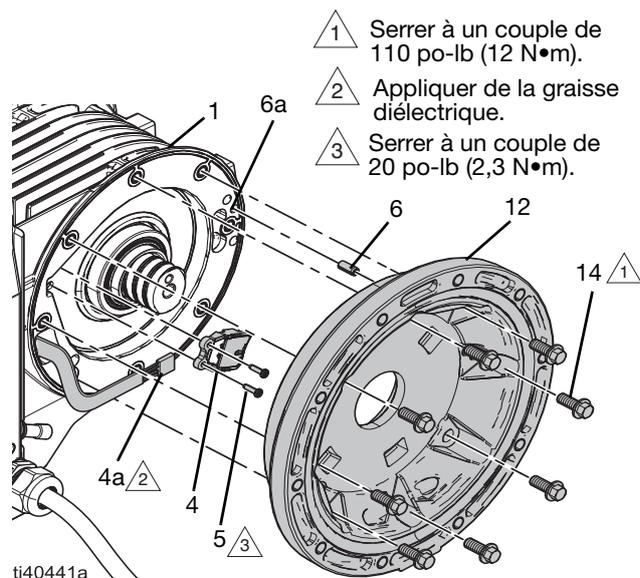

FIG. 17 : Capteur du moteur
2. Installer soigneusement le capuchon du stator côté capteur (12) :
- a. installer le joint d'étanchéité (11/) dans le capuchon du stator (12) ;
- b. aligner la broche (6) du chapeau de stator (12) sur le trou de la broche (6a) sur le boîtier du stator (1) et insérer doucement le capuchon du stator (12). S'assurer que le capuchon du stator est correctement mis en place. Voir la FIG. 17.
Voir FIG. 17 et FIG. 19.